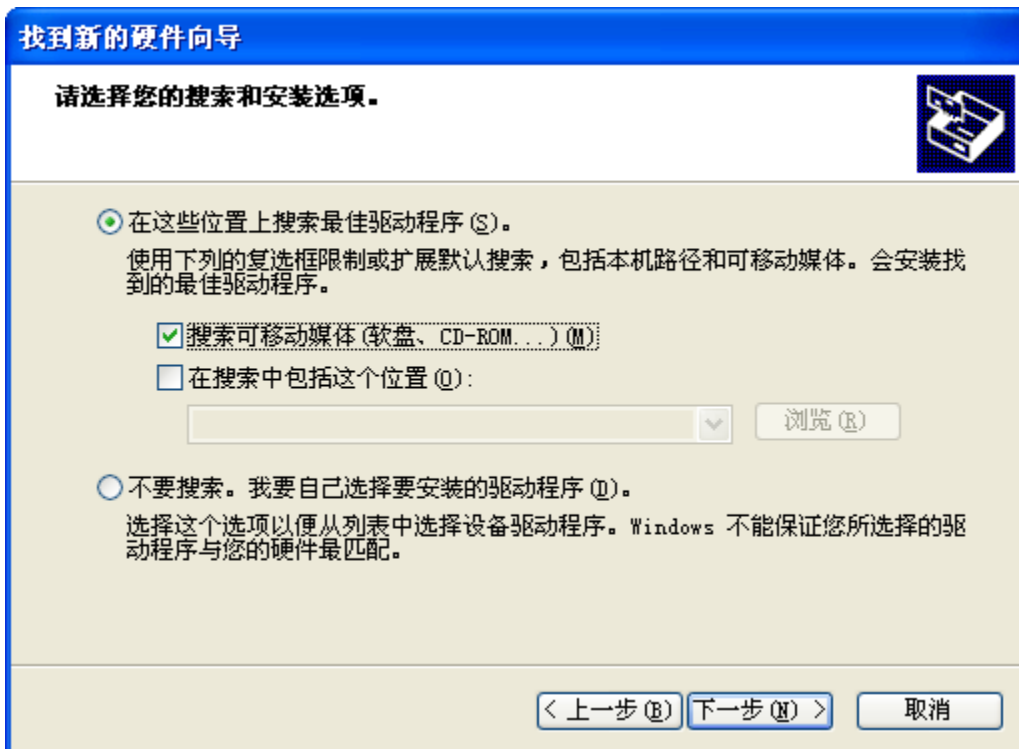

图 2-2
4. 选择“从列表或指定位置安装（高级）”，点击 下一步，出现如图 2-2 所示的窗口，点击下一步。